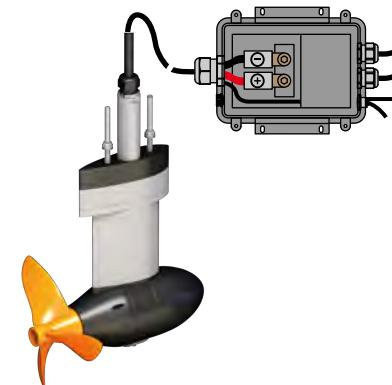

Fig. 11: Kabeldragning
1. Lossa skruvarna (1) på elektronikboxen för att kunna öppna den.
3. Anslut de båda batterikablarna till de markerade polerna (röd = +, svart = -; 5 Nm), **"Fig. 11: Kabeldragning"**.